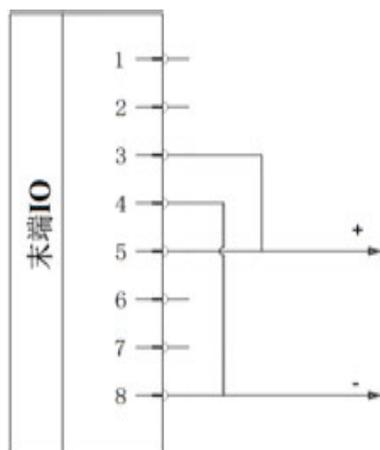

図 6-26 2ピンモード1結線
2) 結線方法：図6-26に示すように、電源線（5 グレー）と TI3/T03/PWR2 線（3 緑）を接続する、そしてアース（8 赤）と TI2/T02/GND2 線（4 黄色）を接続する。